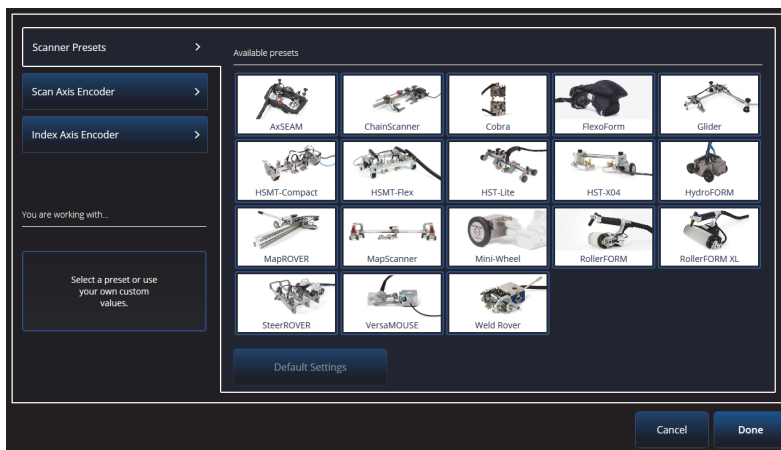

图 5-1 扫查器预设选择列表
2. 选择 **Scan**（扫查）> **Inspection**（检测）> **Encoders**（编码器），访问编码器设置屏幕，并根据您的规格设置编码器参数（参见第 184 页的图 5-1）。您可以使用预设的扫查器，或者在这个菜单中编辑轴的参数。